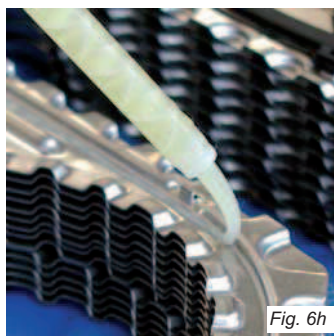

Fig. 6h
- Distendere la miscela di colla pronta nella scanalatura della piastra in una striscia di circa 1 mm di spessore con un erogatore manuale (nel caso di adesivo monocomponente è utilizzabile anche una siringa con beccuccio) (*fig. 6h*).
- Fill a manual injection gun with the adhesive mixture (in case of one component adhesive a bottle with spout) and apply a strand of adhesive (thickness approx. 1 mm) to the plate groove (*fig. 6h*).